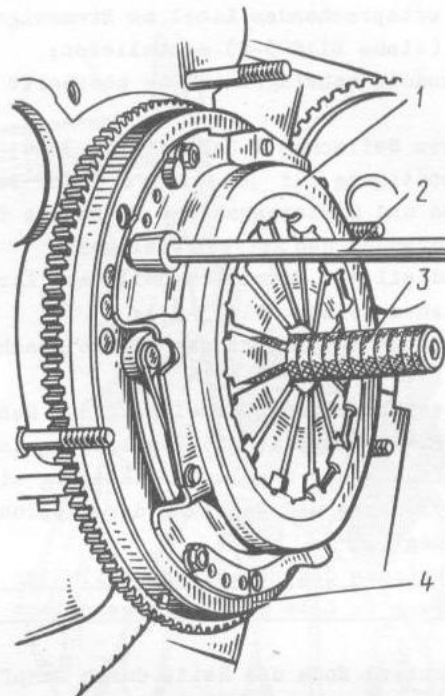

Bild 3-28. Einbau der Kupplungsdruckplatte im Satz mit Kupplungskorb:
- Kupplungsscheibe mit einem speziellen Dorn 80-II074 (Bild 3-28) in bezug auf die Kurbelwelle zentrieren und den Kupplungskorb im Satz mit Kupplungsplatte auf drei in das Schwungrad gepreßte Stellstifte setzen;